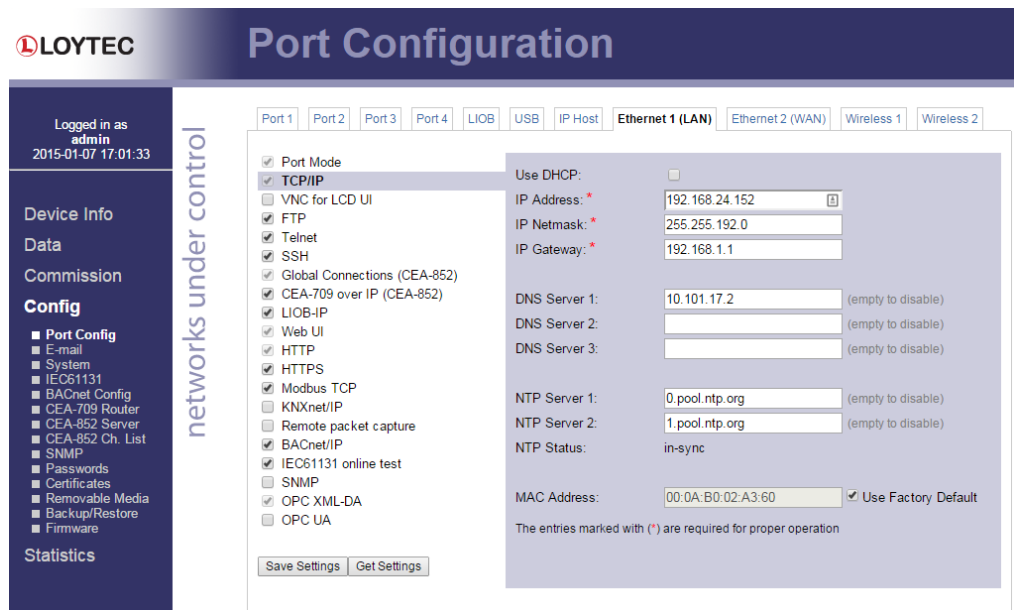

Abbildung 43: Geben Sie die IP-Adresse und das Gateway ein.
2. Dann klicken Sie auf das Menü **Konfiguration**. Klicken Sie auf **Port Konfig**, und wechseln Sie auf den Reiter **Ethernet**. Die TCP/IP-Eigenschaften sind markiert, wie in Abbildung 43 gezeigt. Geben Sie die IP-Adresse, die IP-Netzmaske und das IP-Gateway für das Gerät ein.